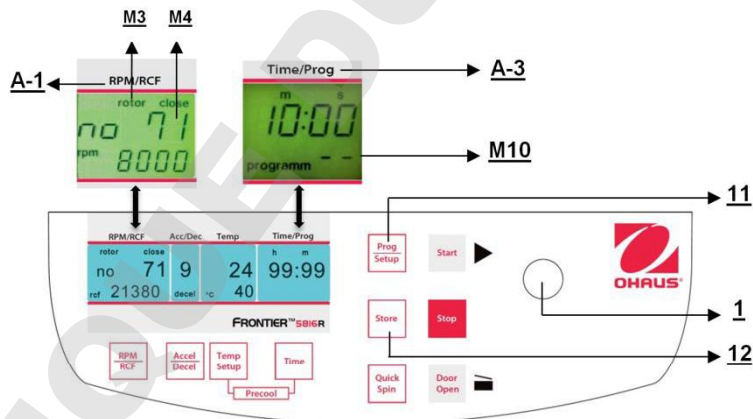

Figure. 25
Pour rappeler des programmes mémorisés, appuyer sur la touche **"Prog/Setup"** (11) (voir la figure 25) alors que le couvercle est déjà fermé. Sur l'affichage **"Time/Prog"** (A-3), le mot **"programm -"** (M10) apparaît. Le numéro de programme désiré peut être présélectionné avec le bouton de réglage (1). Sur les affichages respectifs, les valeurs mémorisées de ce programme apparaîtront. Si le rotor dans la centrifugeuse n'est pas celui correspondant au programme présélectionné, le mot **"rotor"** (M3) clignotera sur l'affichage **"RPM | RCF"** (A-1). Simultanément, le mot **"FALSE"** et le numéro du rotor mémorisé **"xx"** (M4) clignoteront alternativement.
Pour quitter le mode de programmation, appuyer simplement sur la touche **"Prog/Setup"** (11) (voir la figure 25). Sur l'affichage **"Time/Prog"**, le mot **"programm"** apparaîtra. Régler l'affichage sur **"programm-"** (M10) avec le bouton de réglage (1).